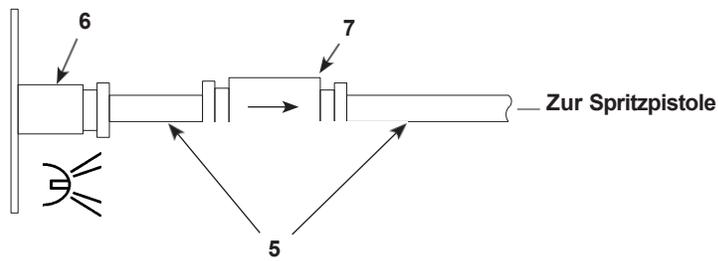

Abbildung 4 Regelventil für Durchfluss und Anschluss der Luftwaschschläuche
- a. Verbinden Sie den schwarzen 6-mm-Schlauch (4) mit dem Schnelltrennanschluss für die Spülluft.
- b. Siehe Abbildung 4. Schließen Sie den durchsichtigen 4-mm-Schlauch (5) und das mit dem System gelieferte Durchflussregelventil (7) wie abgebildet an den Luftwaschanschluss (6) am Spritzpistolenregler an.